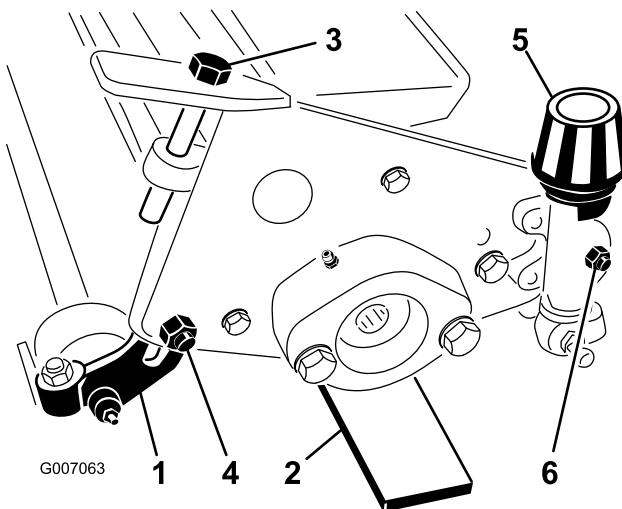

Figure 2
2. Desserrez les (2) contre-écrous sur les boulons de carrossier qui fixent les supports des roues arrière au châssis du défeutreur (Figure 2).
4. Tournez les vis de réglage à chaque extrémité du groupe défeutreur de sorte que les supports des roues arrière soient élevés à la position supérieure maximum (Figure 2). Posez les roues arrière sur la surface plane et horizontale (les lames du cylindre en contact avec les gabarits) et ajustez le support
1. Gabarit (4)
3. Les deux roues arrière étant en contact avec la surface plane et horizontale, desserrez les deux contre-écrous du bouton de réglage de hauteur de coupe. Tournez les boutons de réglage de hauteur de coupe jusqu'à ce que les deux extrémités du rouleau avant touche la surface plane. Vérifiez le contact à l'aide d'un morceau de papier à chaque extrémité du rouleau. Resserrez les deux contre-écrous du bouton de réglage de hauteur de coupe (Figure 2).